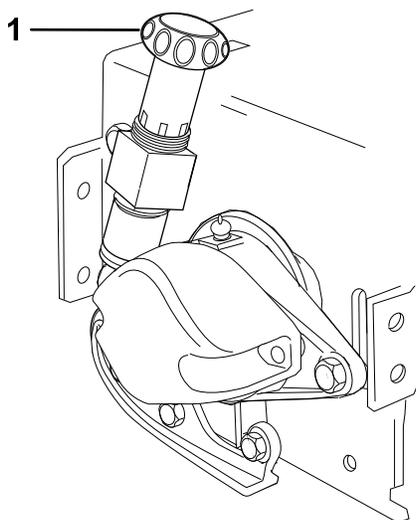

Figure 6
8. Placez les molettes de réglage de cylindre sur le plateau de coupe 3 à la position inclinée vers l'arrière comme suit (Figure 6) :
10. Placez les molettes de réglage de cylindre sur le plateau de coupe 4 à la position inclinée vers l'arrière comme suit ; voir la Figure 6 :